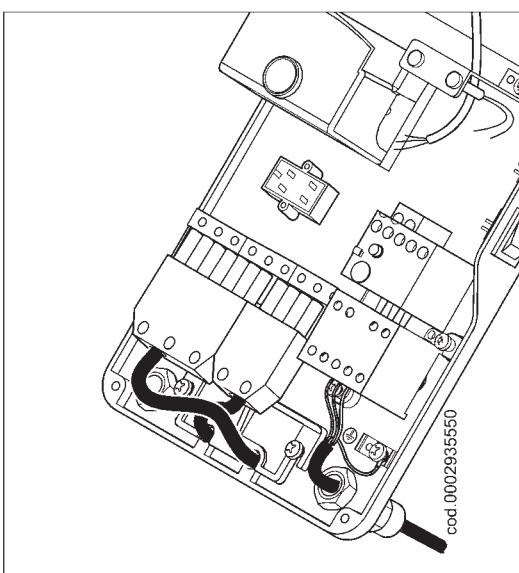

Рисунок 4
- 4) Закройте крышку, стараясь правильно разместить два крюка (4) в соответствующие гнёзда (см. рис. 4).
- 3) Установите зажимную пластинку, как на рисунке 3. Поверните эксцентрик (6) так, чтобы пластинка оказала должное давление на два провода, а после этого затяните винты, закрепляющие пластинку. Наконец, соедините два разъёма, 7-ми- и 4-штырьковый (смотрите рисунок 4).